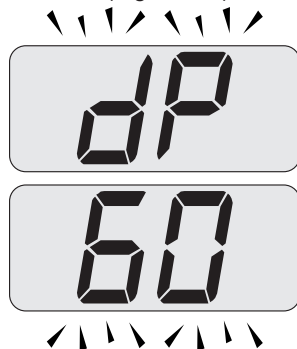

Figura 7.6
- Premere 3 volte il tasto 16 fino a far apparire sul display LCD le lettere **dP** (spazzacamino attivo in massimo sanitario) che si alternano con il valore di temperatura dell'acqua di riscaldamento (es.**60**), indicanti l'entrata nell'attivazione della "funzione spazzacamino" alla potenza massima in sanitario (Figura 7.6).